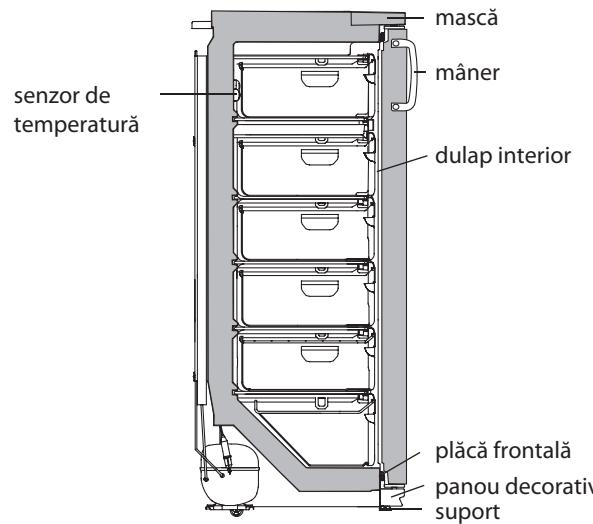

Figura 5 – Schema congelatorului
— să îndepărtați apa rezultată în urma topirii, instalând în conformitate cu figura 5 elementul de masă plastică pentru drenare / pentru curățare a gheții și orice vas recipient cu volumul nu mai puțin de 2 l;
**SE INTERZICE** să decongeleți congelatorul fără utilizarea elementului pentru drenare instalat în conformitate cu figura 5. Apa rezultată